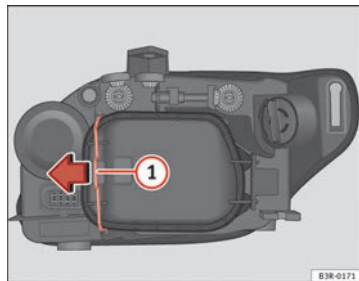

Fig. 195 Luz de posición (lado exterior vehículo)
- Desplace el tirante ⇒ fig. 195 ① en el sentido de la flecha y saque la tapa rígida separando primero el lado del tirante y sacando después las dos pestañas del extremo contrario de la tapa.